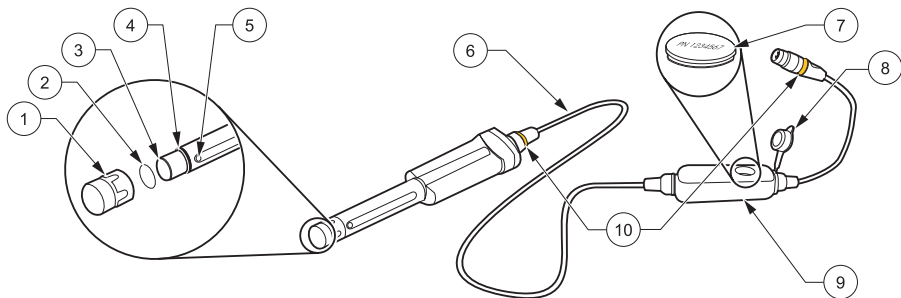

Abbildung 1 LDO101 Standardelektrode—Sensorkappe und iButton
2. Entfernen Sie die alte Sensorkappe von der Elektrode und beseitigen Sie diese. Berühren Sie nicht die frei liegende Sensorlinse und vermeiden Sie deren Verunreinigung (Abbildung 1).
4. Positionieren Sie die neue Kappendichtung so auf dem Elektrodenkörper, dass die schmale Seite der Dichtung der Elektrodenspitze zugewandt ist (Abbildung 1). Verschieben Sie die Dichtung, bis sie am Gewinde des Elektrodenkörpers anliegt.
5. Positionieren Sie den O-Ring in der Rille an der Sensorspitze (Abbildung 1). Berühren Sie nicht die Sensorlinse.
6. Schrauben Sie die neue Sensorkappe auf die Elektrode, bis die Dichtung zwischen Kappe und Elektrodenkörper leicht zusammengepresst wird. Die Kappe zieht die Dichtung über das Gewinde in die korrekte Position (Abbildung 1). Die Sensorlinse darf dabei weder verunreinigt noch berührt werden.
8. Entfernen Sie die Abdeckung des iButtons®* am Drucksensor-Modul ab (Abbildung 1). Wenden Sie die Oberseite des Moduls nach unten, bis der vorhandene iButton herausfällt.